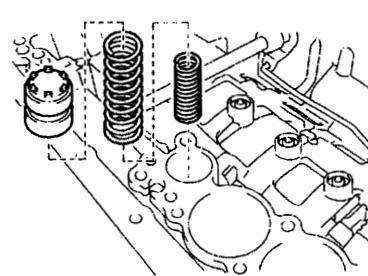

图 12-1-6
- (21) 如图 12-1-6 所示，拆下 C1 蓄能器阀和两个弹簧。